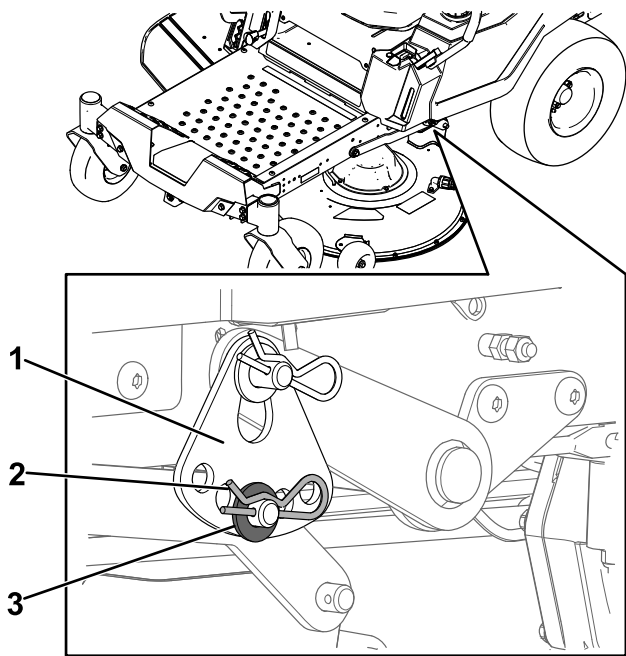

Figure 62
6. Retirez la goupille fendue et la rondelle de l'axe inférieur du bras de levage (**Figure 62**).